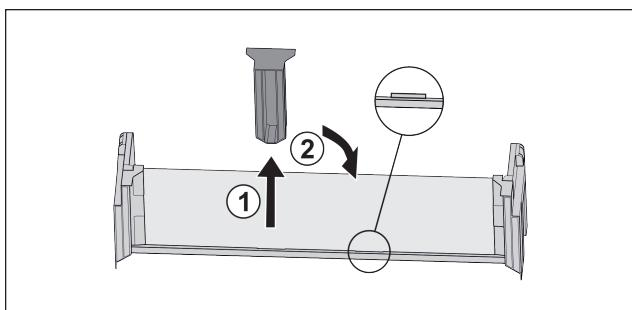

Fig. 39
- Изтеглете средната задържаща част Fig. 39 (1).
- Вкарайте средната задържкача част на втората позиция Fig. 39 (2).